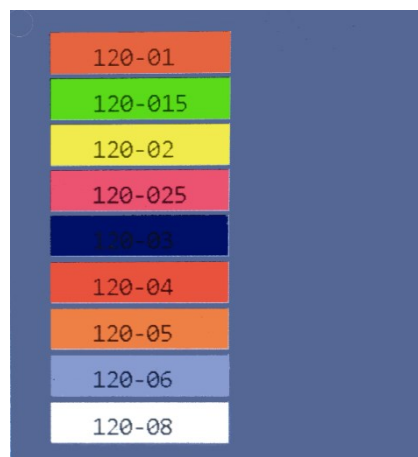

Bild 26
- Die Düse durch Drücken auf ein markiertes Feld mit Codes auswählen (Bild 26).